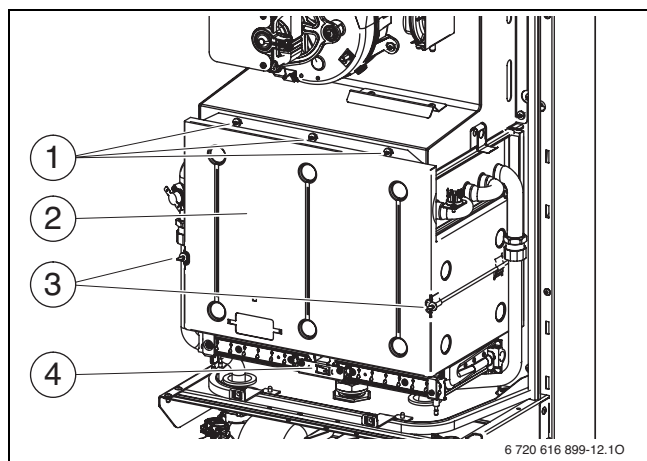

Fig. 56 Ouvrir la chambre de combustion
- ▶ Dévisser les trois vis du haut (→ fig. 56, [1]) et les deux vis du bas [3].
- ▶ Retirer la chambre de combustion (→ fig. 56).